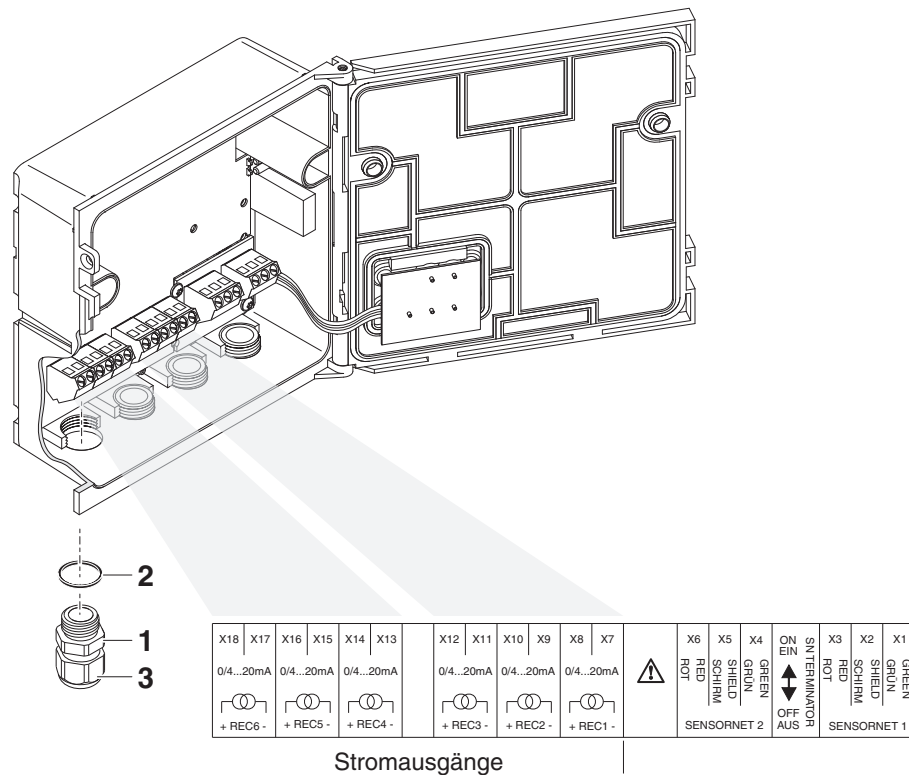

Bild 3-1 Klemmleiste mit den Stromanschlüssen
- 3 Die Kabelverschraubung (Pos. 1 in Bild 3-1) mit dem Dichtring (Pos. 2) in das Modulgehäuse einschrauben.
- 4 Die Überwurfmutter (Pos. 3 in Bild 3-1) lockern.
- 7 Die Überwurfmutter (Pos. 3 in Bild 3-1) festziehen.